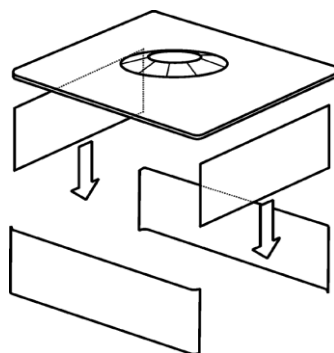

Рис. 6.2 - Схема сборки ветрозащитного экрана
6.3 Собрать ветрозащитный экран и установить его на весы (только для модификаций ВК-150.1, ВК-300, ВК-300.1, ВК-600, ВК-600.1), см. Рис. 6.2.